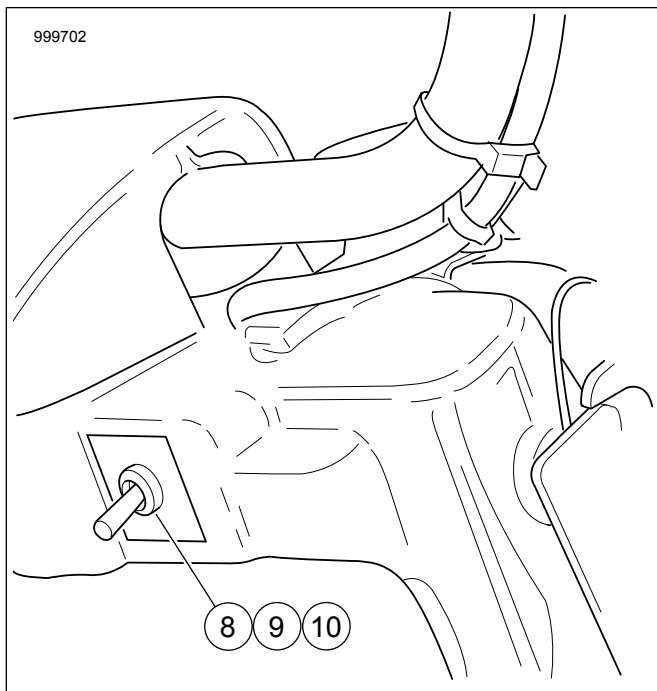

Figure 6. Emplacement de l'interrupteur sur les motos sans carénage
- b. **Véhicules sans carénage** : Voir Figure 6. Poser l'écrou (8), l'étiquette (9) et l'interrupteur (10) dans l'orifice d'accès droit. Brancher l'interrupteur au faisceau qui se trouve sous la nacelle de phare. Sur **FLRT**, le connecteur [205] est situé sous le réservoir de carburant dans un boîtier plastique. Consulter le manuel d'entretien.